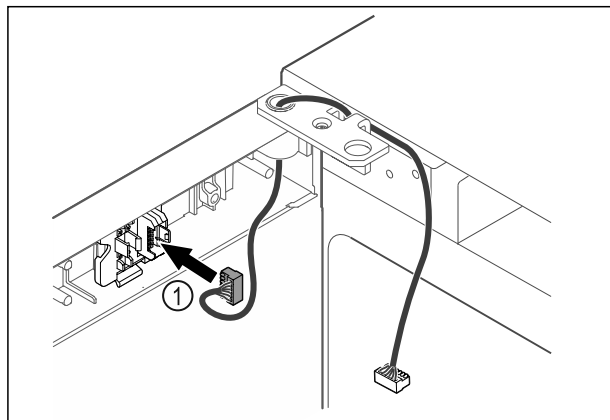

Fig. 43
- Utakните utikač Fig. 43 (1) u držač utikača.